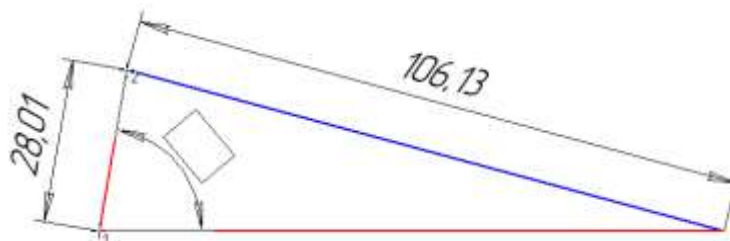

Рис. 18.5
- Укажите 2 точки на сторонах угла треугольника (рис. 18.5). Установите размерную линию.